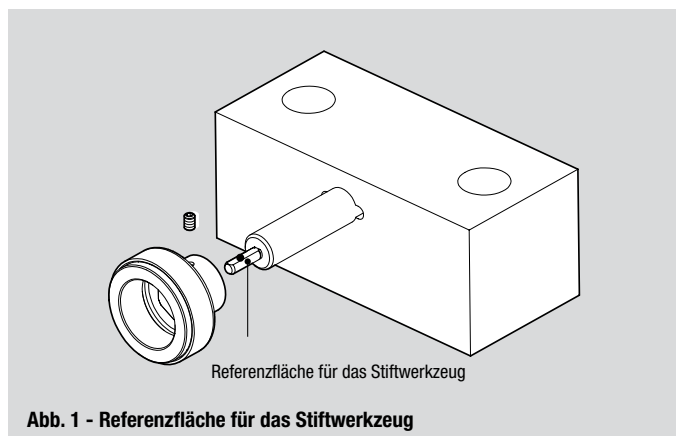

Abb. 1 - Referenzfläche für das Stiftwerkzeug
- 3 Magnet auf dem Werkzeug AT152 anordnen, sodass sich der Befestigungsstift auf der Höhe der Referenzfläche des Zapfens "D" befindet (Abb. 1).